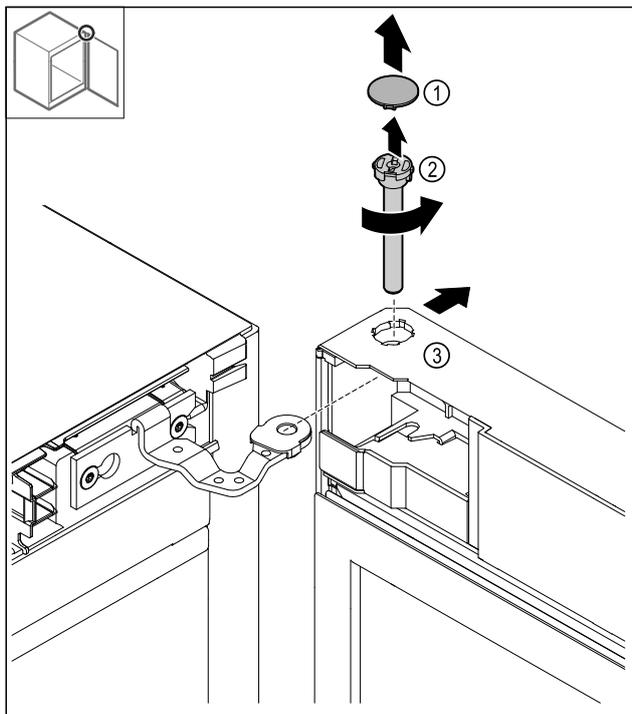

Fig. 19
- ▶ Skinite poklopac Fig. 19 (1).
- ▶ Odvrnite svornjak Fig. 19 (2) nalijevo i izvucite ga.
- ▶ Lagano nagnite vrata Fig. 19 (3).